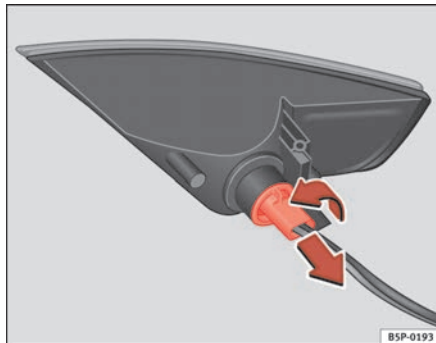

Abb. 189 Leuchte nach Ausbau aus dem Stoßfänger
- Die Lampenfassung nach links drehen und in Pfeilrichtung abnehmen ⇒ Abb. 189.